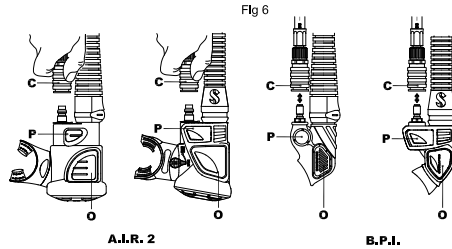

fig 6
Para anexar el enganche de desconexión rápida (fig. 6 - C):
Para inflar el chaleco compensador, presione el botón de la válvula de inflado (fig. 6-P). El aire debería ingresar al chaleco. Para controlar mejor el inflado, use pequeñas ráfagas de aire presionando y liberando repetidamente el botón de la válvula.
2. Con el mismo aire, continúe exhalando mientras presiona profundamente el botón de la válvula oral de inflado (fig. 6 - O).